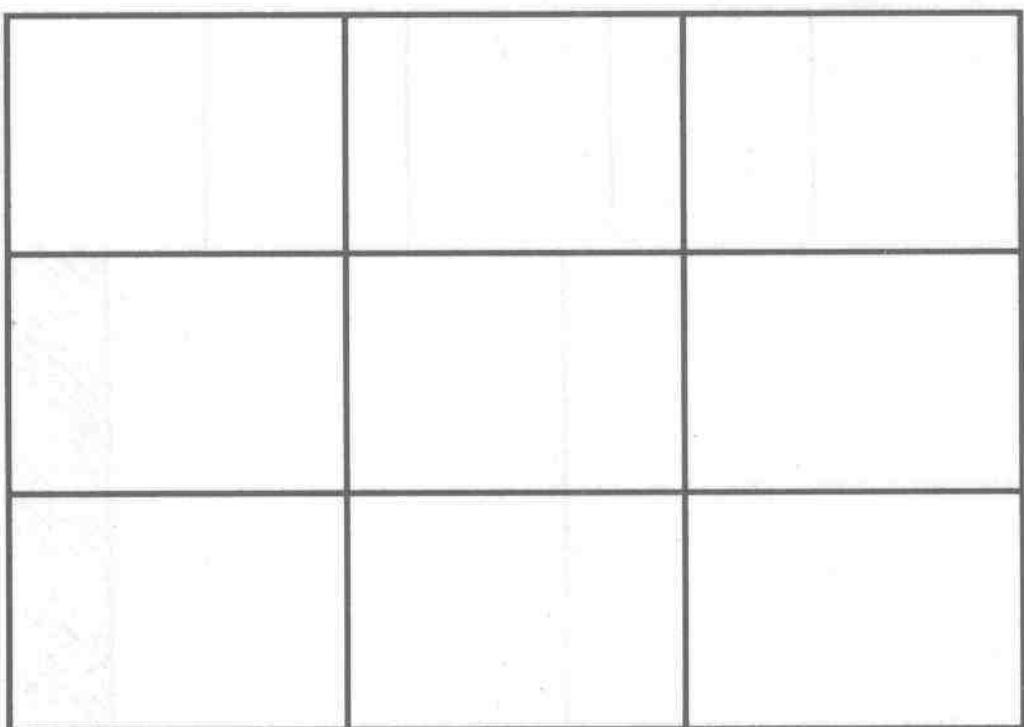

图 2 正开法
2. 全张纸单一方向的开法，即一律竖开或者一律横开的方法，称为正开法，见图 2。此种开法可实现机械折页。